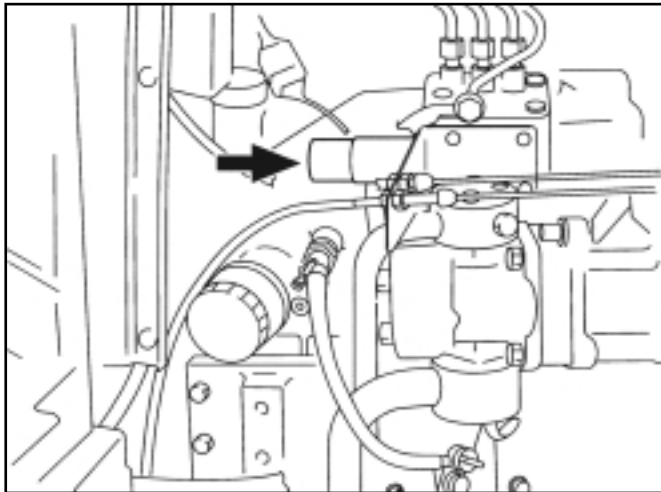

FIG. 43 / ABB. 43 / FIG. 43
**NOTE.** *Quand le moteur ne s'arrête pas, ouvrez le couvercle latéral et continuez à appuyer sur la garniture comme illustré dans le schéma jusqu'à ce que le moteur s'arrête. Consultez ensuite votre concessionnaire afin de savoir pourquoi le moteur ne s'arrêtait pas. (Fig. 43)*
**HINWEIS:** Falls sich der Motor nicht über den Zündschalter ausstellen läßt, die seitliche Abdeckung öffnen und gegen die Manschette drücken (siehe Abb. 43), bis der Motor stoppt. Danach von einem Iseki-Händler prüfen lassen, warum sich der Motor nicht abstellen ließ.
**OPMERKING:** Wanneer u de motor niet stil kan zetten, opent u het zijpaneel en duwt u, zoals aangegeven in Fig. 43, op de huls totdat de motor stilgezet is. Raadpleeg dan uw Iseki-handelaar in verband met de oorzaak waarom u de motor niet kon stilzetten.